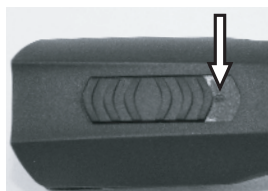

Fig. 4 Interrupteur position arrêt (« 0 »)
1. Examinez les contacts de la tondeuse (1) et de la batterie (2) sur des corps étrangers et des saletés.
2. Assurez-vous que l'interrupteur de la tondeuse est en position arrêt (« 0 ») (fig.4).